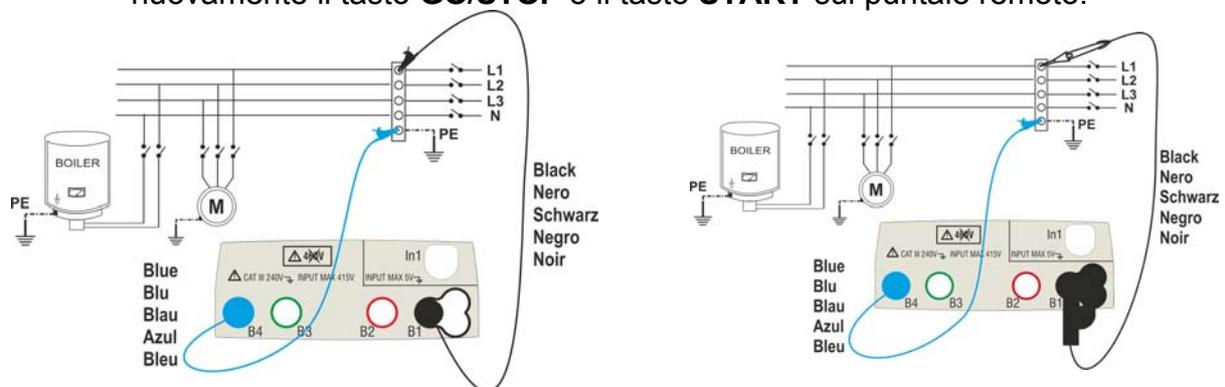

Fig. 8: Verifica dell'isolamento fra fase e terra tramite cavi singoli e puntale remoto
6. Connettere i coccodrilli e/o i puntali e/o il puntale remoto ai capi dei conduttori in esame in accordo alle Fig. 8 e Fig. 9.